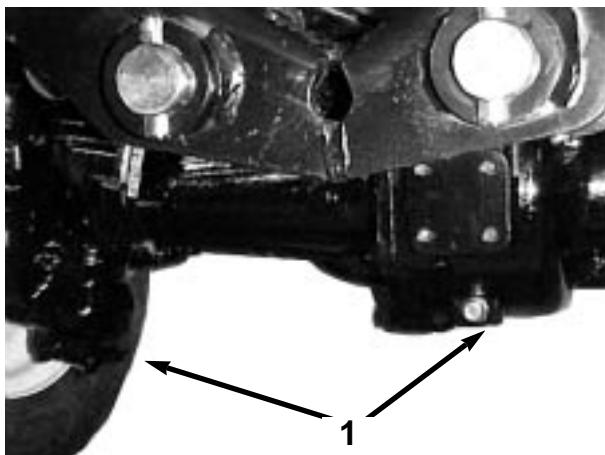

図66
2. ドレンプラグ（左右端に各1個と中央に1個、前部で3個ある）の周辺をきれいに拭く（図66）。